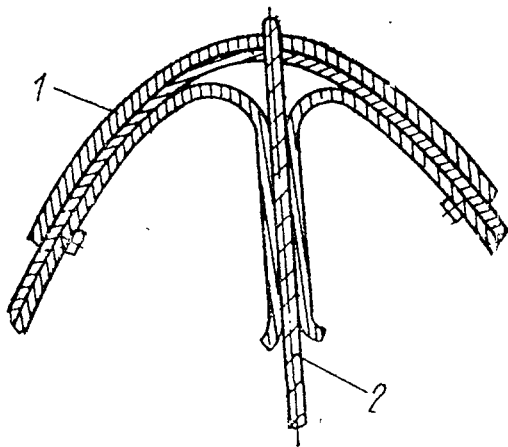

Рис. 2.19. Сверление отверстий для дополнительного ряда заклепок по лобовой кромке носков:
г) в местах, где невозможно установить накладку с внутренней стороны, устанавливайте ее сверху из материала марки Д16А-ТВУП л 0,8 (рис. 2.19).
2. По лобовой кромке носка установите дополнительный ряд заклепок 3533А-3-6 шагом 30 мм. Отверстия для установки дополнительного ряда заклепок высверливайте с внутренней стороны носка удлиненным сверлом \varnothing 3,2 мм (рис. 2.19).